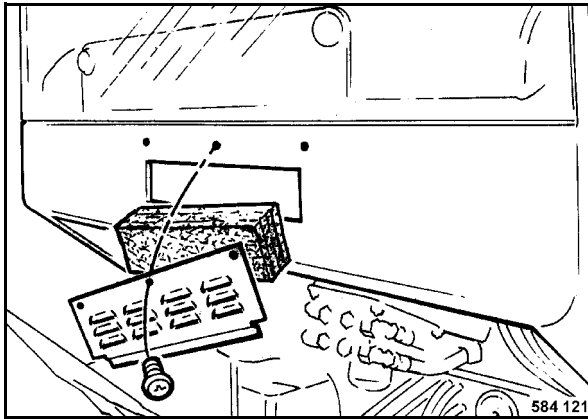

Fig. 227
- Desenroscar los tornillos de fijación de la rejilla de ventilación (Fig. 227) y retirar el filtro.